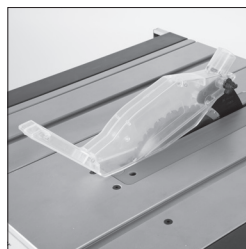

Fig. 17
- La goupille de centrage du carter doit être placée à travers le trou usiné dans le couteau diviseur, la rondelle et le contre-écrou étant installé d'un côté. Le carter de lame devant pouvoir monter et descendre facilement et sans à-coups, nous vous recommandons de ne pas trop serrer cet écrou (**Fig. 17**).